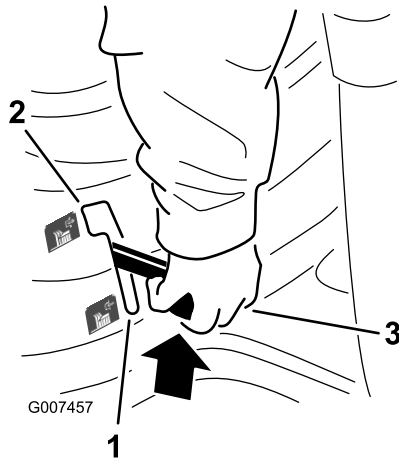

Bild 7
2. Stellen Sie den Zapfwellenantrieb (ZWA) langsam auf Einkuppeln“ (Bild 7).
2. Stellen Sie den Zapfwellenantrieb (ZWA) auf Ausgekuppelt“ (Bild 7).